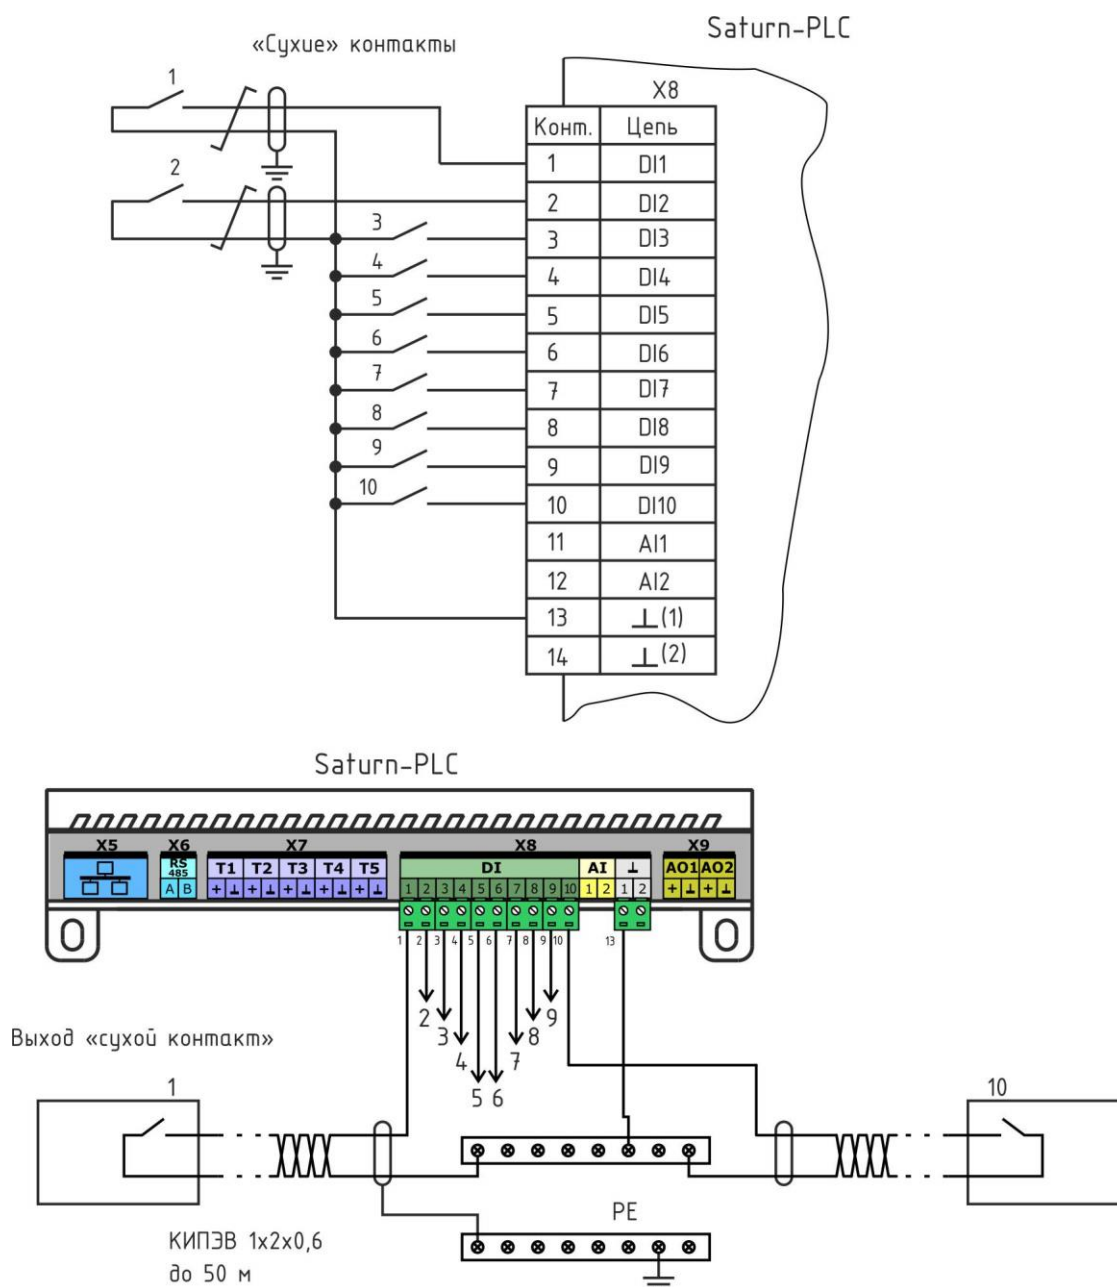

Рисунок 4 – Подключение датчиков ко входам DI1 – DI11.
8. Контроллер позволяет подключать до 10 шт. датчиков и устройств с выходом «сухой контакт», например, выходов реле, герконы, кнопки и проч. Датчики «сухой контакт» подключаются к ответной части клеммного соединителя разъема X8 «под винт» (рисунок 4).